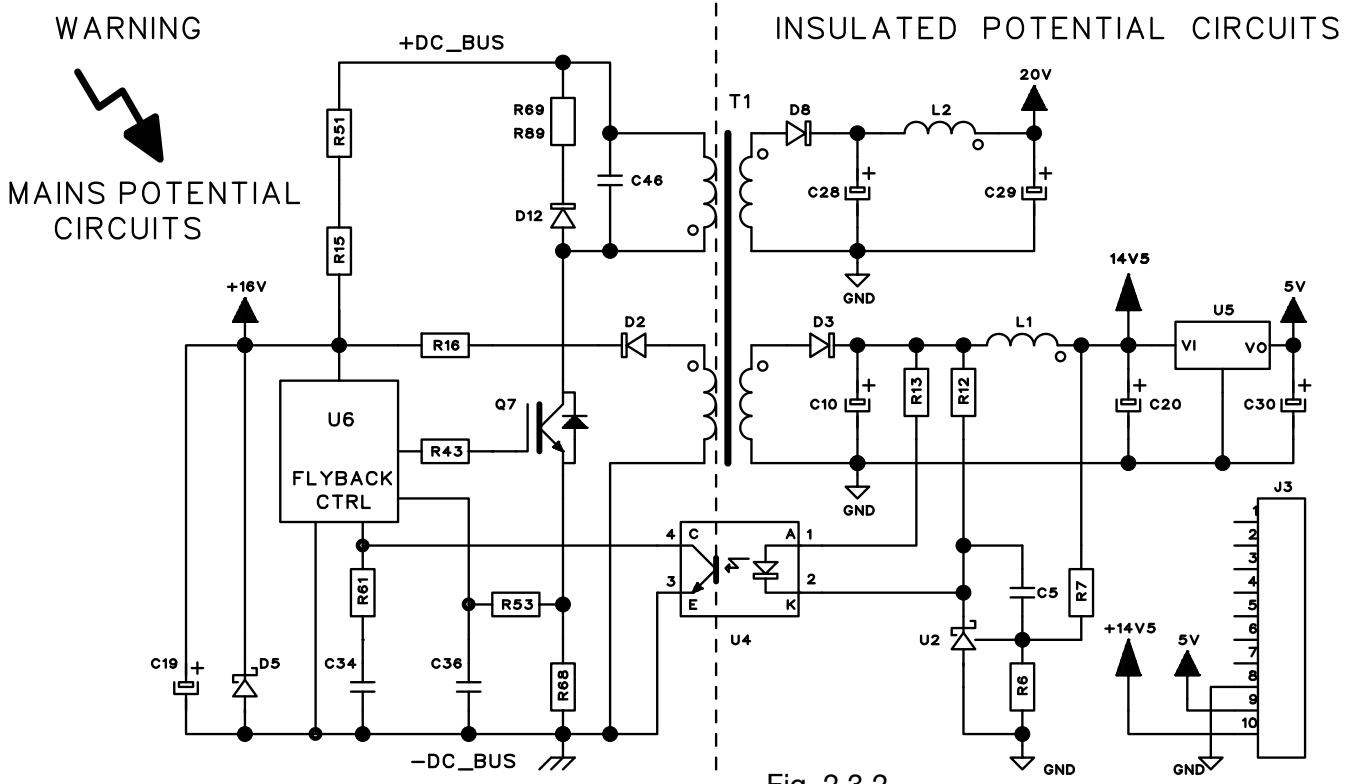

Fig. 2.3.2
Collegato direttamente ai condensatori-DC, un convertitore flyback, presente sulla scheda potenza (15), genera le tensioni di alimentazione di tutti i circuiti del generatore. Queste tensioni sono misurabili sul connettore J3 e sul catodo dei diodi D8 e D5, su scheda potenza (15), come indicato in Fig. 2.3.2.
- Scheda potenza (15), terminali +(+/-) e -(+/-) dei condensatori-DC C56, C57, C58 (sono collegati in parallelo fra loro), tensione = +330 Vdc circa, dopo chiusura interruttore (5); +375 Vdc, dopo la fase di start-up, 5 s circa.
i circuiti del boost converter (U3, Q17, Q22 ÷ Q24, D45, ecc.) e la tensione su D5 di scheda potenza (15), come indicato in Fig. 2.3.2 (alimentazione circuiti flyback e boost converter).
- Scheda potenza (15), connettore J3, terminali:
come indicato in Fig. 2.3.2 (alimentazione circuiti della scheda potenza (15)).
- Controllare cablaggio fra J3 scheda potenza (15) e CN1 di scheda pannello (16).
- Sostituire schede potenza (15) e/o pannello (16).